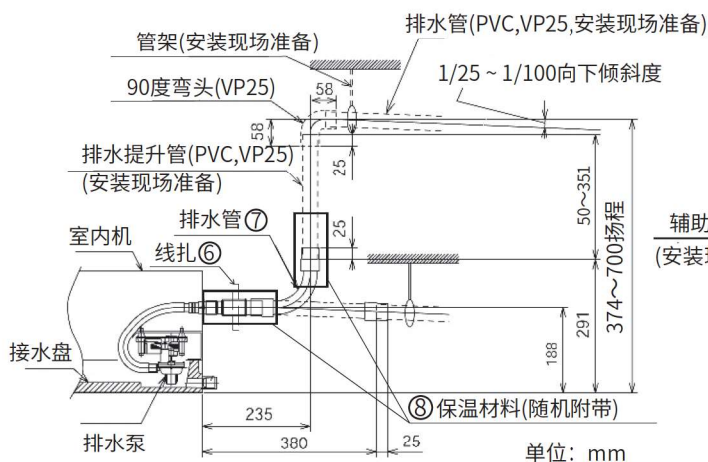

图9-1
- (1) 排水管的连接位置见图9-1、9-2。
- (2) 准备外径为32mm的聚氯乙烯管。
- (3) 用粘合剂和工厂提供的卡箍③固定聚氯乙烯管到排水管上，排水管向下倾斜度为1/2~1/100。
- (4) 接好排水管后需裹保温材料⑧。